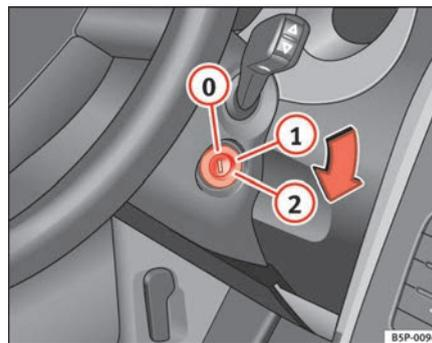

Fig. 136 Posiciones de la llave de contacto
En esta posición ⇒ fig. 136 el encendido y el motor están desconectados pudiéndose bloquear la dirección.
- Gire la llave de contacto hasta la posición ⇒ página 174, fig. 136 ①. El testigo  se encenderá en caso de precalentamiento del motor.
- En cuanto se apague el testigo, gire la llave de encendido a la posición ② para poner en marcha el motor y no pise el acelerador.
- Gire la llave de contacto a la posición ⇒ página 174, fig. 136 .